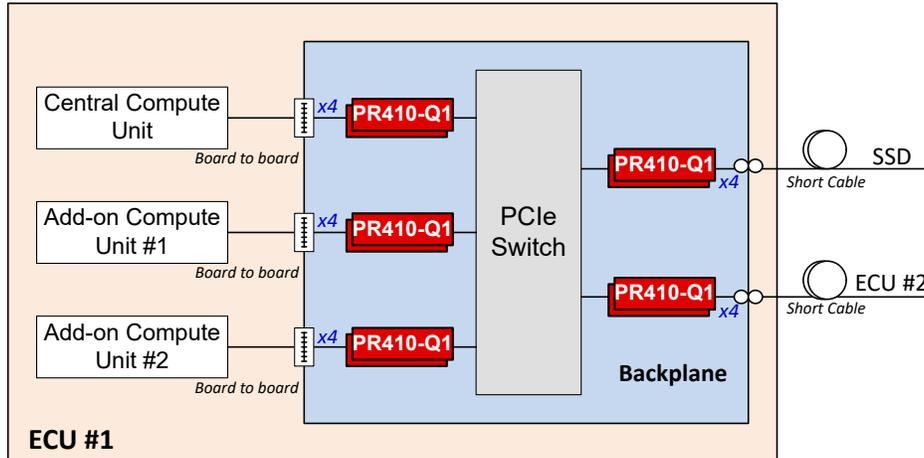

図 7-2. 自動車用 ECU における PCIe x4 リンク
DS160PR410-Q1 は、自動車アプリケーションで送信信号および受信信号をブーストし、ホストまたはルート コンプレックス プロセッサから PCI Express エンドポイント (EP) へのリーチを拡張するために使用できます。図 7-2 は、自動車用 ECU (電子制御ユニット) を示しており、PCIe リンクが基板間コネクタを介して ECU 内の複数のコンピュータ ユニットの相互接続するために使用され、その際 DS160PR410-Q1 が信号コンディショニング機能を提供します。リドライバは、短いケーブルを用いて ECU 外部での PCIe リンクも可能にします。この例では、説明のために x4 リンクを示していますが、他のバス幅も利用可能です。